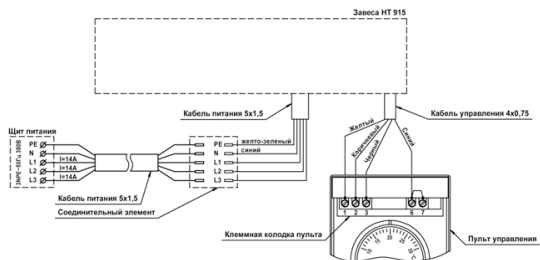

Рис. 4
- подключить к клеммной колодке пульта кабель управления, выведенный из завесы, в соответствии со схемой, указанной на рис. 4 и на корпусе завесы.
3. Подключение к стационарной электросети производится в соответствии со схемой, указанной на рис. 4 и на корпусе завесы.